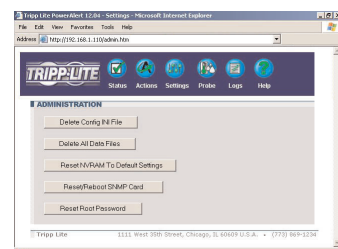

Рисунок 2: Экран настроек PowerAlert
- Если плата SNMP уже настроена для работы в сети, ее необходимо перезагрузить, чтобы она распознала датчик EnviroSense. После подключения датчика воспользуйтесь веб-браузером для соединения с адресом <http://x.x.x.x/admin.htm> (замените x.x.x.x на IP-адрес карты). Зайдите на интерфейс управления PowerAlert как администратор. Щелкните мышью на кнопке с надписью *Reset/Reboot SNMP Card* [сброс/перезагрузка карты SNMP] (рисунок 2). После перезагрузки карты в верхней части экрана PowerAlert появится новая кнопка с надписью *Probe* [тест]. Щелкните мышью на этой кнопке для получения доступа к опциям мониторинга и контроля датчика EnviroSense.